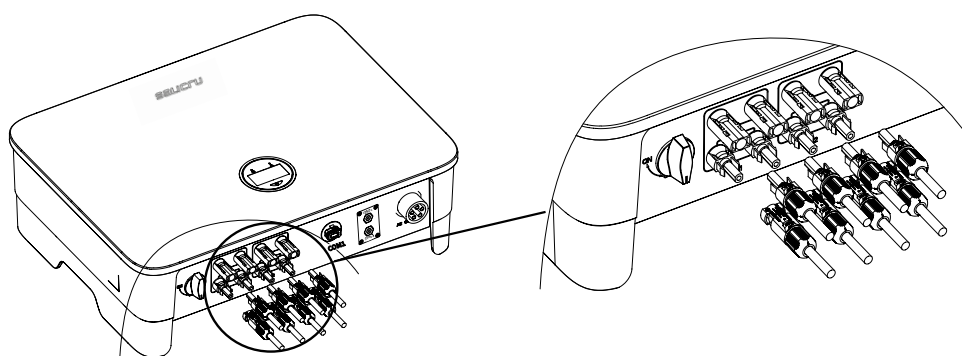
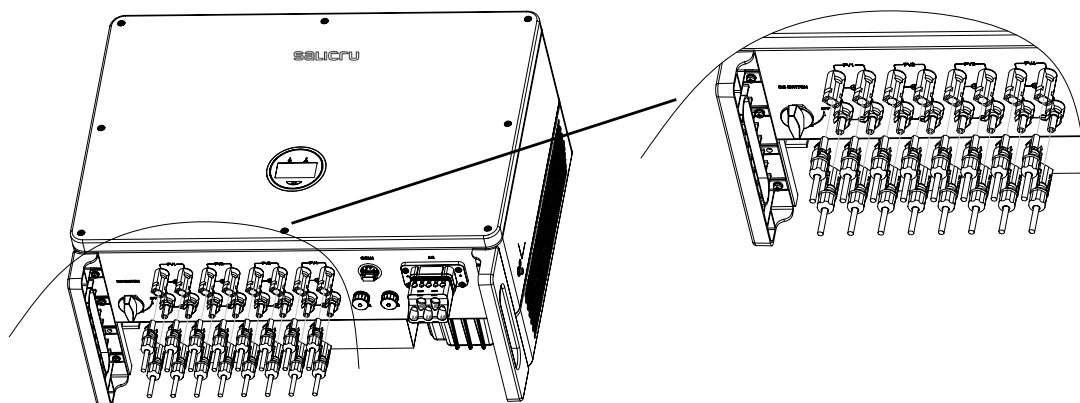
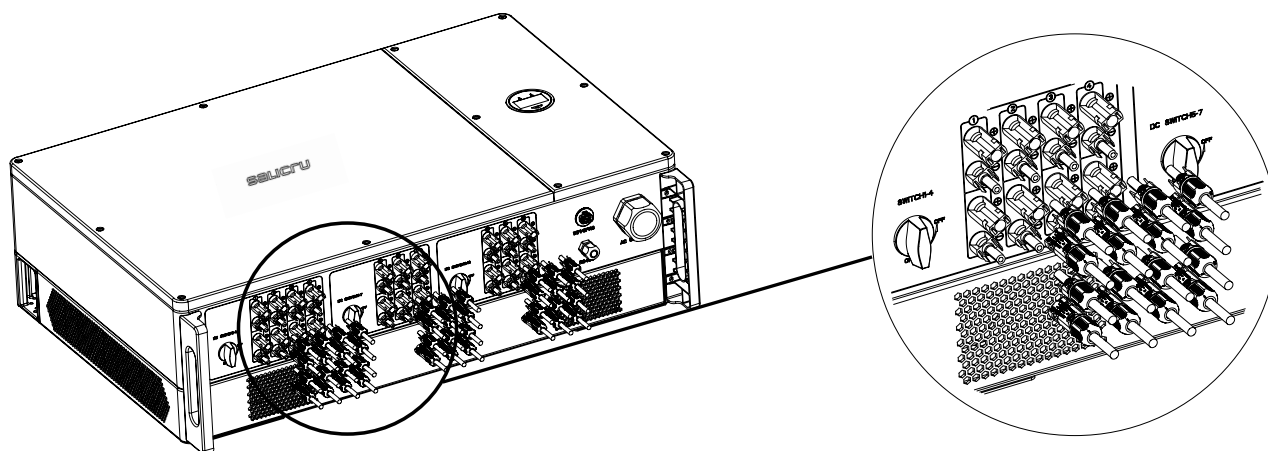

Fig. 30. Raccordement des bornes d'entrée CC sur les dispositifs à 2 MPPT
Fig. 31. Raccordement des bornes d'entrée CC sur les dispositifs à 4 MPPT
Fig. 32. Dispositifs à 10 MPPT
4. Insérer le connecteur positif et le connecteur négatif dans les bornes d'entrée CC respectives de l'onduleur. Un clic doit se faire entendre dès lors que les bornes sont correctement raccordées (cf. Fig. 30, Fig. 31 et Fig. 32) :